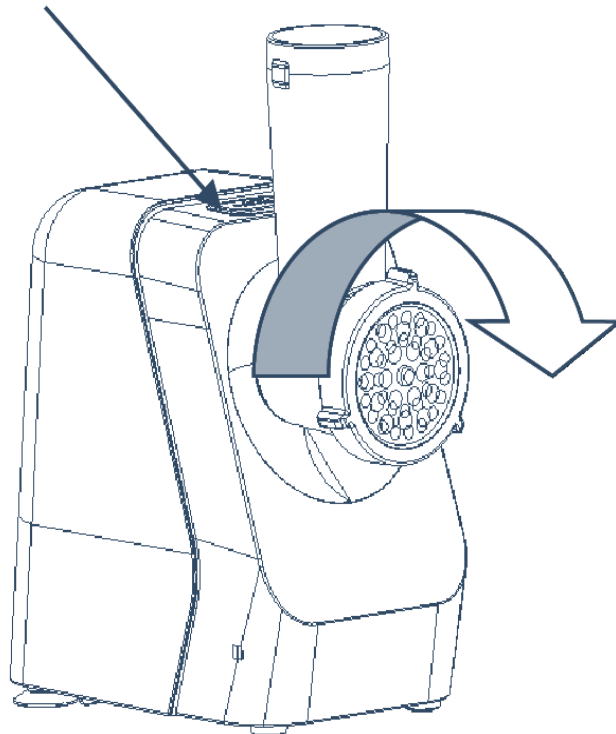

Abb. 3
8. Demontage: Schalten Sie das Gerät aus und ziehen Sie den Netzstecker. Drücken Sie die Entriegelungstaste (Abb. 3, Pfeil 1), drehen Sie das Fleischwolfgehäuse im Uhrzeigersinn (Pfeil 2) und nehmen Sie es ab.